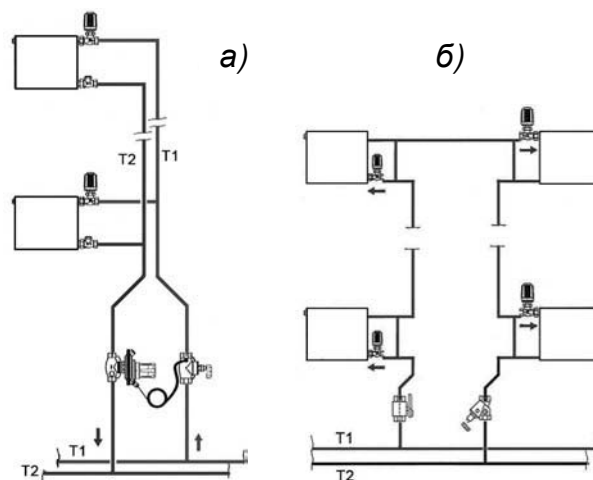

Рис. 1.18. Схемы установки арматуры на двухтрубном (а) и однетрубном (б) стояках: (положение термостатических элементов на схемах показано условно)
1.24. Для нормальной работы системы отопления стояки должны быть оснащены запорно-регулирующей арматурой, обеспечивающей необходимые расходы теплоносителя по стоякам в течение всего отопительного периода и спуск воды из них при необходимости. Для этих целей могут быть использованы, например, регуляторы перепада давления (рис. 1.18 а) или расхода (рис. 1.18 б).
Обращаем внимание, что различные виды арматуры устанавливаются на подводках, стояках и магистралях, как правило, с учётом направления движения теплоносителя, указанного стрелкой на корпусе арматуры (см. рис. 1.18б).